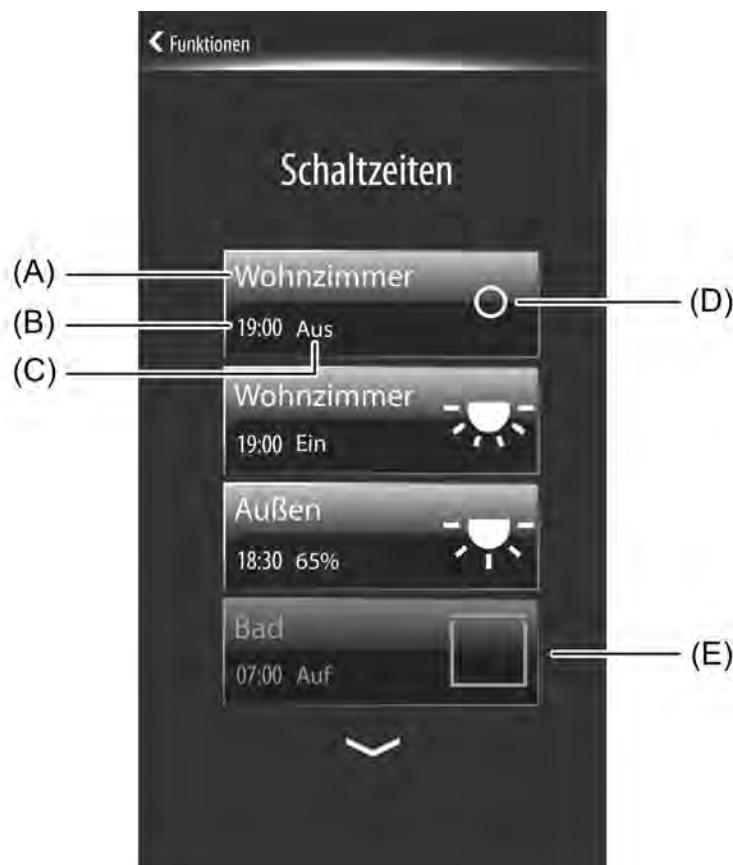

Bild 104: Beispiel für Anzeigeelemente der Sensorelemente in der Schaltzeiten-Übersicht
Die im Display sichtbaren Sensorflächen der Schaltzeiten verfügen über verschiedene Anzeigeelemente (Bild 104). So wird jede Schaltzeit jeweils durch den Raumnamen (A) zur Identifikation des Wirkungsortes gekennzeichnet (z. B. "Wohnzimmer", "Küche"). Dieser Raumname wird festgelegt durch die Zuordnung der KNX Kanäle zu den vorhandenen Räumen (Parameter "Raum" im Parameterknoten eines Kanals).
Gelöschte Schaltzeiten sind inaktiv und werden aus der Schaltzeiten-Übersicht entfernt (Bild 104). Dadurch ist es möglich, dass die Übersicht auch eine geringere Anzahl als die maximal verfügbaren 8 Schaltzeiten anzeigt.